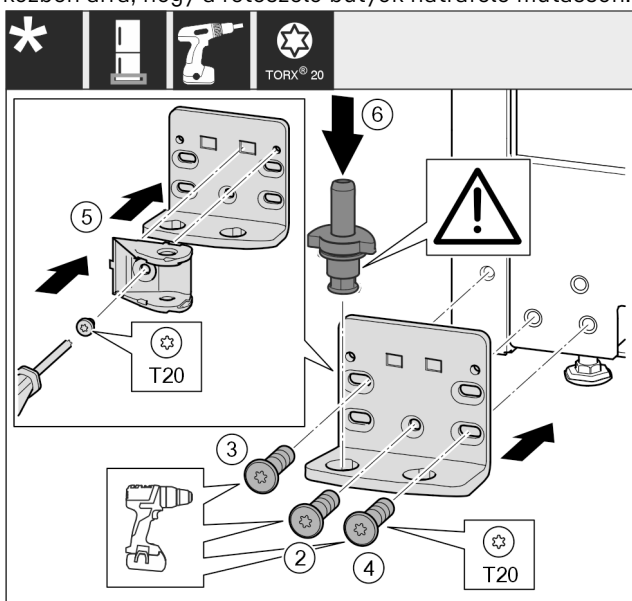

Fig. 21 *
- Helyezze fel a csapágybakot a másik oldalra, és csavarozza fel csavarhúzóval. Kezdje alul, a középső csavarral Fig. 21 (2).*
- Húzza meg a csavart Fig. 21 (3) és a csavart Fig. 21 (4).*